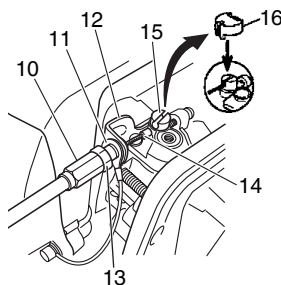

Fig. 8
Connectez l'extrémité du câble de commande des gaz (14) au carburateur (15) et installez le chapeau tournant (16) (le cas échéant) qui se trouve dans la trousse à outils sur le pivot (15) (Fig. 8)